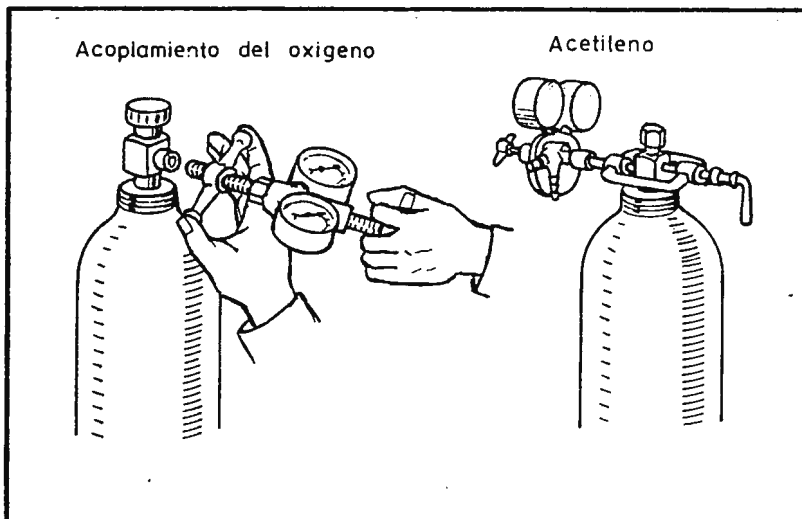

Fig. 18 Acoplamiento de Reductores
- 4) Compruebe que no estan dañadas las roscas del cilindro y del regulador. Acople el regulador de oxígeno al cilindro de oxígeno y el regulador de acetileno al cilindro de acetileno. (Fig. 18)